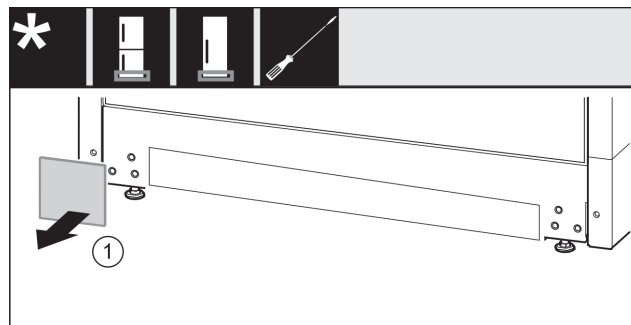

Fig. 45
- ▶ Vegye le a fedelet Fig. 45 (1).